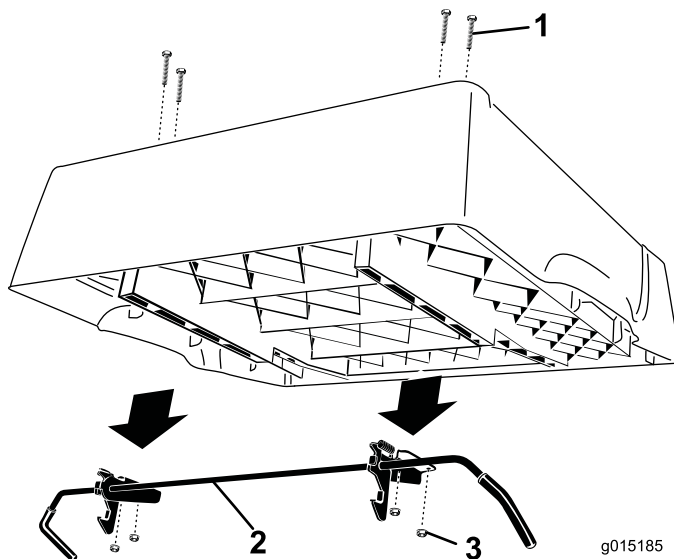

Figura 2
4. Rimuovete i 4 dadi flangiati che fissano le staffe di fermo al sottoscocca (Figura 2). Rimuovete e conservate la staffa e i fermi. Lasciate nei fori i bulloni a testa tonda e fissateli al cassone con i dadi flangiati.